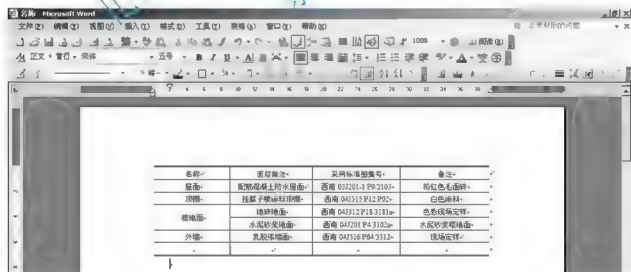

图 3.124 在 Word 程序中制作表格
(2) 在【插入对象】对话框中选择对象类型为【Microsoft Word 文档】, 单击【确定】按钮, 系统自动打开 Word 程序。在 Word 程序中创建所需表格或打开一个含有表格的 Word 文档文件, 如图 3.124 所示。